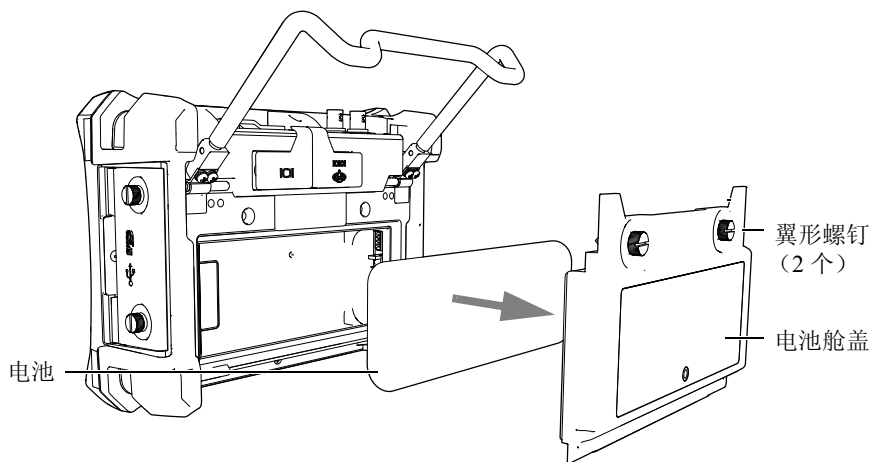

图 1-10 拆下电池舱盖并取出锂离子电池
- 2. 拧松仪器背面固定电池舱盖的两个翼形螺钉，拆下电池舱盖（参见第 27 页的图 1-10）。
- 3. 取出锂离子电池（如果安装有锂离子电池）（参见第 27 页的图 1-10）。